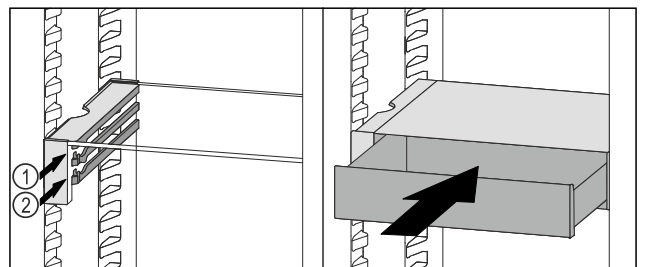

Fig. 227
- ▶ VarioSafe-Schubfach hinter den Stopperrn auf gewünschter Rippe Fig. 227 (1) oder Fig. 227 (2) aufsetzen.